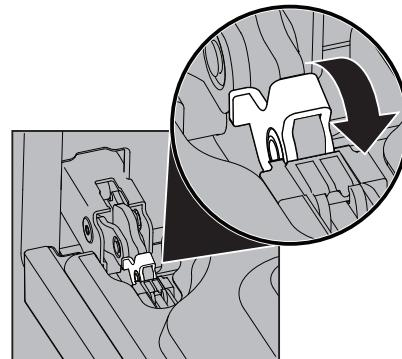
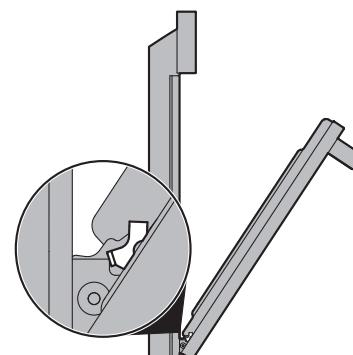

Figure 9: Serrure de charnière de porte
Figure 10: Position de retrait
2. Tirez vers l'avant le verrou situé sur chaque support de charnière du four jusqu'à ce que le verrou s'arrête. Vous devrez peut-être appliquer une petite pression vers le haut sur le verrou pour le tirer vers le haut (Figure 9 et Figure 10).
2. Tenez la porte du four au même angle que pour le retrait. Insérez avec précaution les leviers de charnière dans le cadre du four jusqu'à ce que vous sentiez que les leviers de charnière sont logés dans les encoches de charnière. Les bras de charnière doivent être entièrement insérés dans les encoches de charnière avant que la porte du four ne puisse être complètement ouverte. (Figure 10).